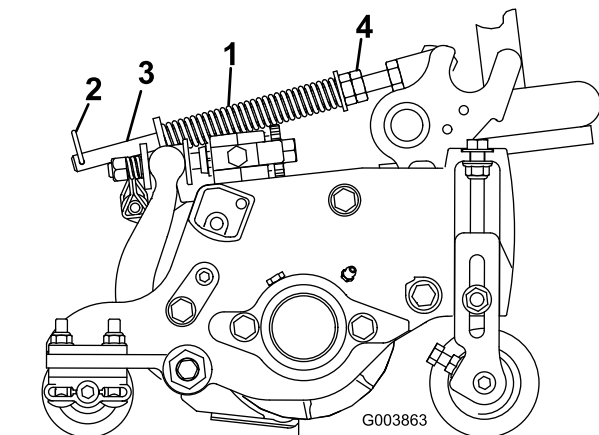

図 15
ターフ補正スプリング（図 15）は、前ローラから後ローラへと、カッティングユニットの体重移動を行います。（これによりユニットを安定させ、いわゆる「波打ったような」仕上がり（ボビングとかマーセリングといわれる現象）を防いでいます。
1. ヘアピンコッターがスプリングロッドの後の穴に差し込まれていることを必ず確認しておいてください（図 15）。
2. スプリングロッド前部についている六角ナットを締めてスプリングを縮め、スプリングの長さを、リールマスター 5210 と 5410 の 5 インチ・カッティングユニットでは 12.7 cm、5510 と 5610 の 7 インチ・カッティングユニットでは 15.9 cm に調整する（図 15）。